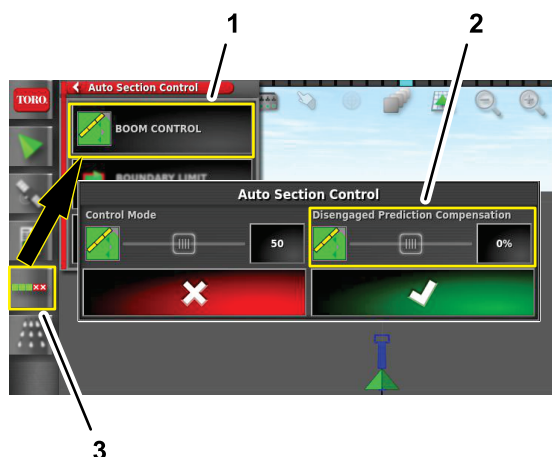

图 109
1. 按自动喷洒臂段控制图标 图 109。
- 2. 按喷洒臂控制图标 图 109。